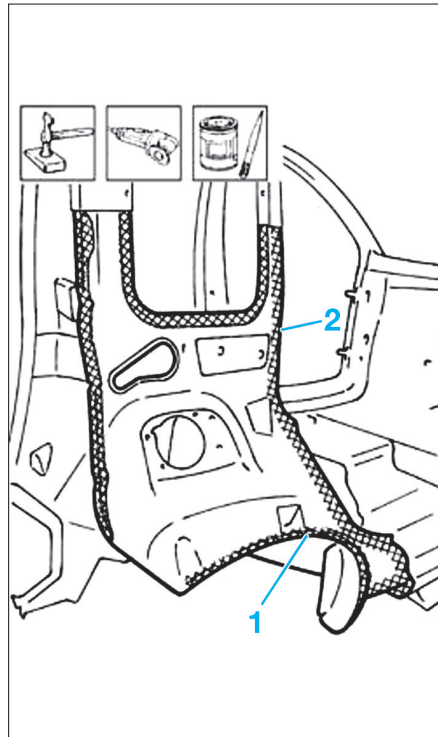

FIG. 23
- Nettoyer les zones (1) et (2) (Fig.23) sur le véhicule et sur les pièces neuves.